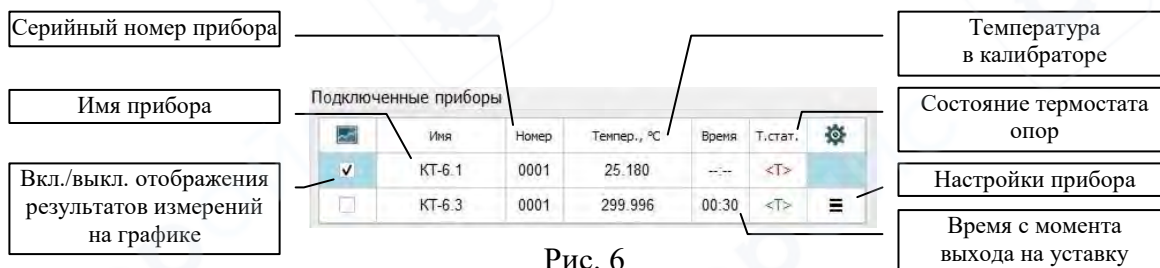

Рис. 6
4.3.4 Все найденные приборы отображаются в таблице «Подключенные приборы», рис. 6. Основной прибор выделяется голубым фоном в крайних ячейках строки в таблице. Выбор основного прибора осуществляется нажатием левой кнопки мышки по соответствующей строке.